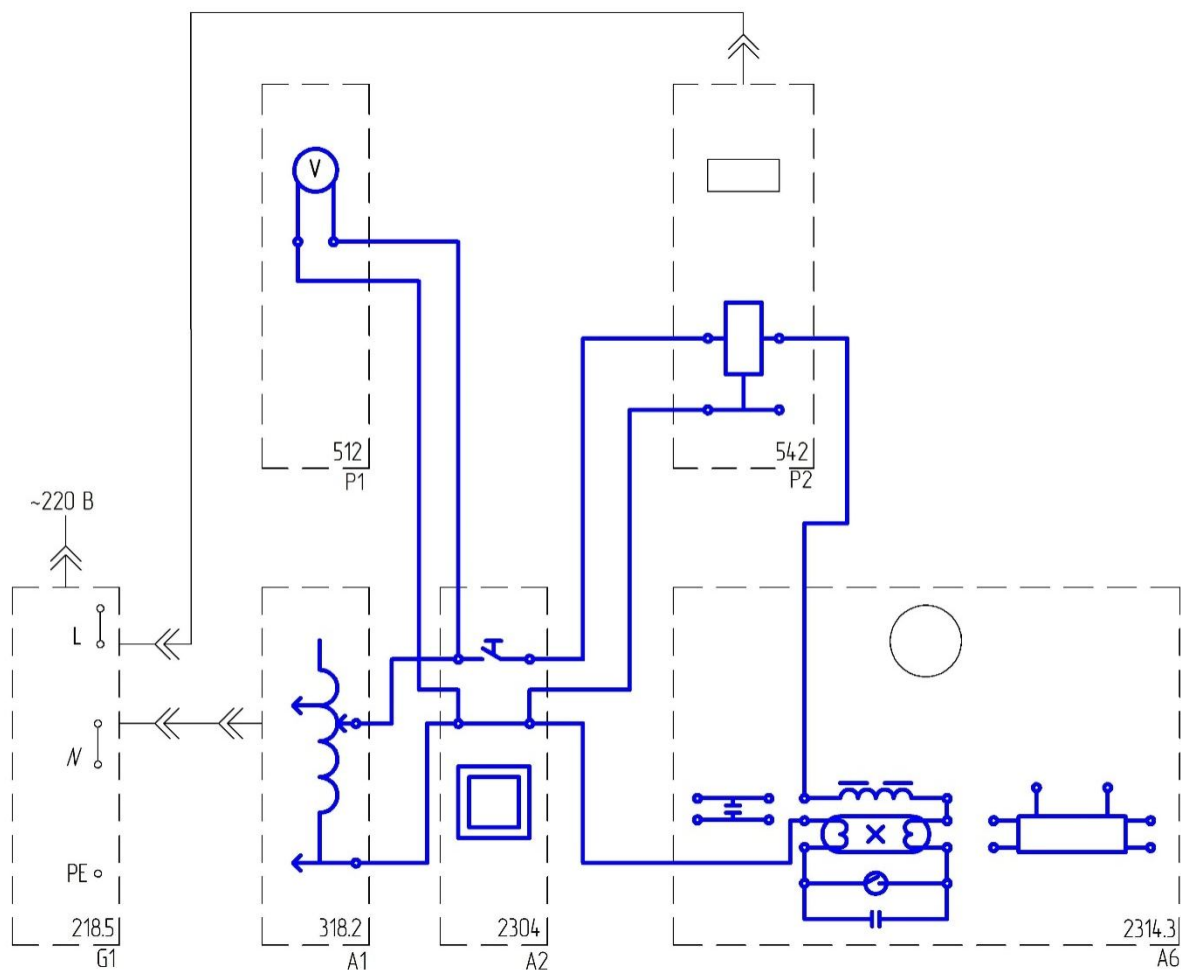

Рис.4.1.
- Соедините аппаратуру в соответствии со схемой электрических соединений, приведенной на рис. 4.1. (схема без конденсатора).